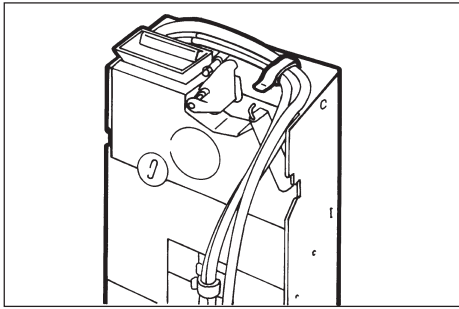

Abb. 19
- Die drei Kabel des Münzprüfers in den Kabelhalter stecken und darauf achten, daß diese weder den Münzeintritt noch den korrekten Betrieb des Entblockungshebels des Münzprüfers behindern (Abb. 19).